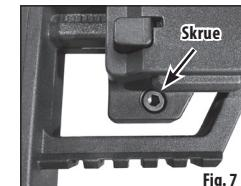

Fig. 7
- På højre side af kindstykket sidder en skrupe (Fig. 7).